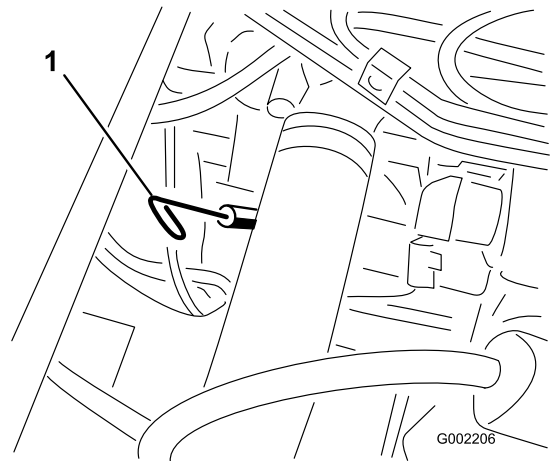

Bild 18
2. Nehmen Sie den Peilstab heraus, der sich unter dem Fahrersitz befindet, und wischen Sie ihn mit einem sauberen Lappen ab (Bild 18). Stecken Sie den Peilstab in das Rohr und stellen Sie sicher, dass er vollständig eingeführt ist. Nehmen Sie den Peilstab heraus und prüfen Sie den Ölstand.